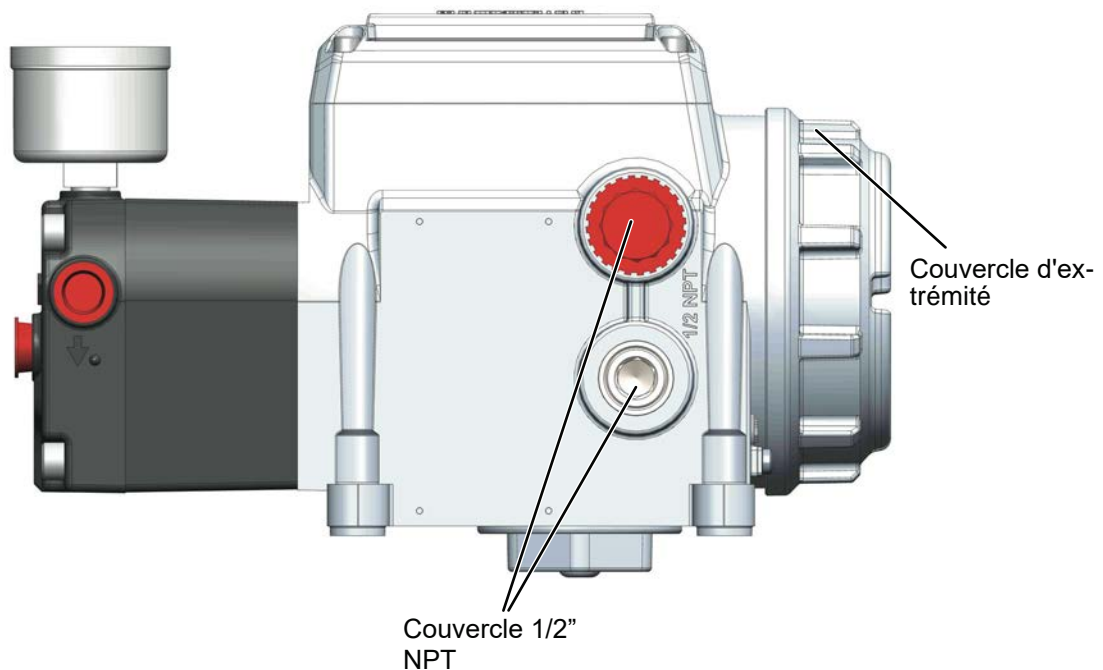

Figure 16 - Entrées de presse-étoupe/conduit électrique du SVI3
2. Dévissez le couvercle d'extrémité et retirez le couvercle en plastique 1/2" NPT (Figure 16).